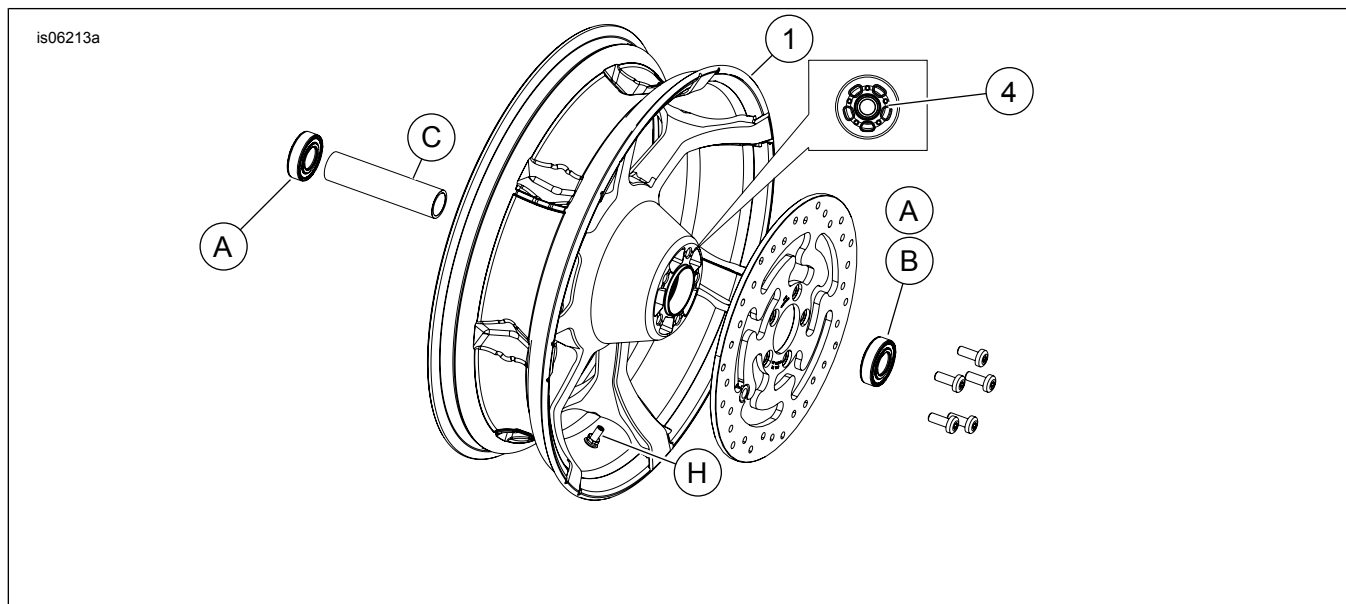

Abbildung 1. Ersatzteile: HINTERE AGITATOR RÄDER (18-Zoll-Rad abgebildet)
Siehe Abbildung 1 und Ersatzteiletabellen.
2. Siehe Abbildung 1 >. Die Ventilschaft-Baugruppe (H) am Rad anbringen. Siehe das Werkstatthandbuch.